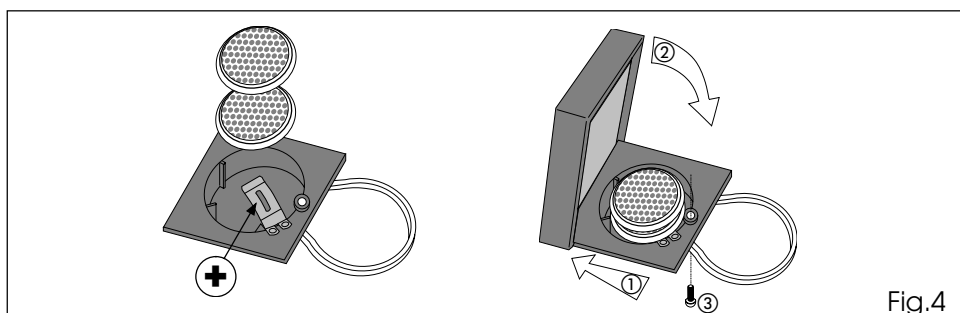

Fig.4
- Sostituire le due pile da 3V al litio mod. CR2032 inserendole nel vano rispettando la polarità come indicato in fig. 4;
- Innestare la base nel contenitore (rif. 1 fig. 4) prima di richiudere (rif. 2 fig. 4), poi fissare con la vite (rif. 3 fig. 4).